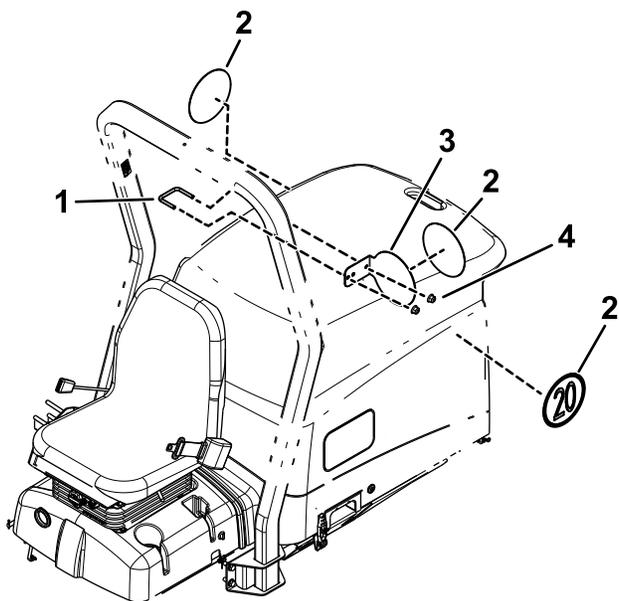

Figura 24
1. Cole um sinal em ambos os lados da máquina (Figura 24).
2. Utilize um parafuso em U e dois parafusos flangeados ($\frac{3}{8}$ pol.) para prender a placa de velocidade ao lado esquerdo da barra de segurança (Figura 24).
3. Cole um sinal na placa de velocidade (Figura 24).